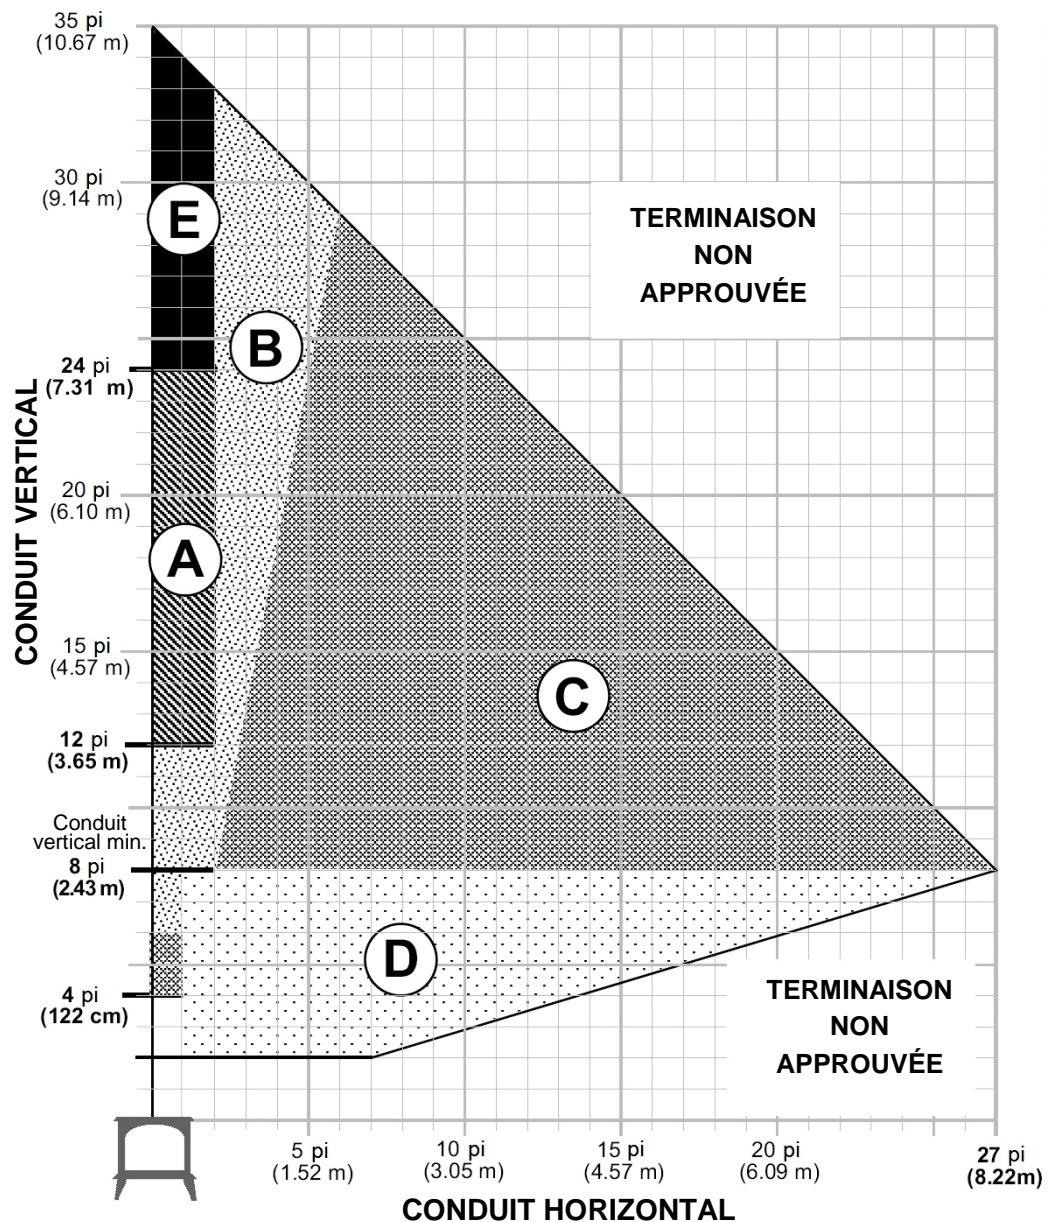

Figure 9. Diagramme des terminaisons d'évacuation (gaz naturel et gaz propane).
La plaque de restriction d'évacuation est un obturateur ajustable situé au côté supérieur droit de la chambre de combustion. On peut l'ajuster en déplaçant une tige pivotante à l'une des quatre positions. Le fabricant l'a réglée en position COMPLÈTEMENT OUVERT (D). Voir Fig. 7. Les quatre positions dépendent des zones de terminaison (A, B, C, D) illustrées au diagramme des terminaisons d'évacuation de la Figure 9. Utilisez ce diagramme pour déterminer le réglage que vous devez utiliser.
1. Utilisez le diagramme des terminaisons (Fig. 9) pour déterminer quel réglage de position utiliser.
- AJUSTEZ LA PLAQUE DE RESTRICTION À LA POSITION CORRESPONDANT À LA ZONE DE TERMINAISON D'ÉVACUATION DU DIAGRAMME (Fig. 9). Lorsque la terminaison d'évacuation aboutit vis-à-vis une ligne de division, utilisez la position la moins restrictive. Par exemple, si la terminaison est à 24 pi (V) / 5 pi (H), la restriction doit être ajustée à la Position C.
- Toute terminaison d'évacuation horizontale doit se situer à l'intérieur de la portion ombrée du diagramme d'évacuation de la figure 9. Pour les terminaisons en tuba (*Snorkel*), voir ci-dessous.